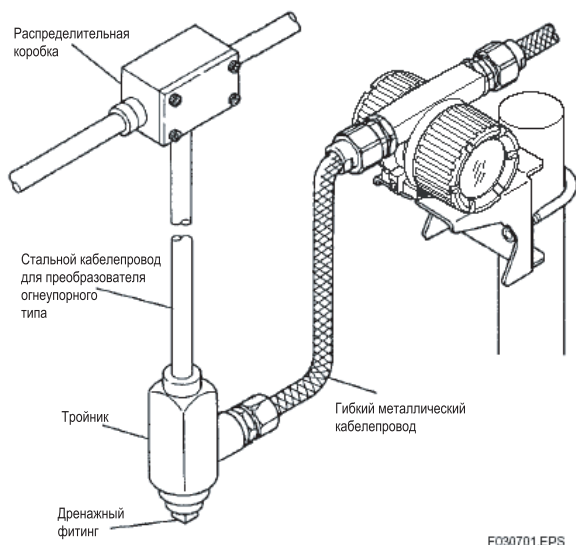

Рисунок 3.9
- (1) Прокладывайте электропроводку по возможности дальше от источников электрического шума, таких как большие трансформаторы, двигатели и блоки питания.
- (2) Для больших концов проводников рекомендуется использовать безопасные наконечники обжимного типа.
- (3) В общих случаях рекомендуется использовать кабелепроводы и кабельные каналы или кабельные стойки для защиты проводящих соединений от воды и механических повреждений. Рекомендуется использовать жесткий стальной или гибкий металлический кабелепровод (см. рис.3.9).